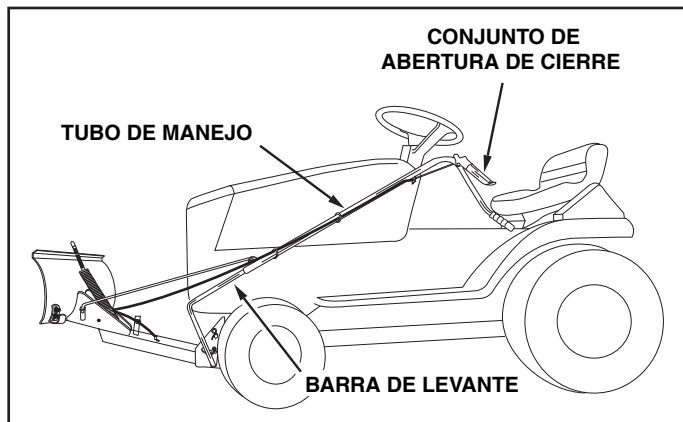

FIGURA 23
- Levante la cuchilla a posición de transporte. Para abrir el cierre de la cuchilla, presione contra el tubo de manejo la palanca de apertura de cierre. Para girar la cuchilla, mantenga la palanca deprimida y presione hacia el frente o tire hacia atrás el tubo de manejo, deslizándolo a lo largo de la barra de levante. Suelte la palanca para fijar la cuchilla en posición de centro, mano derecha o mano izquierda. Vea la Figura 23.